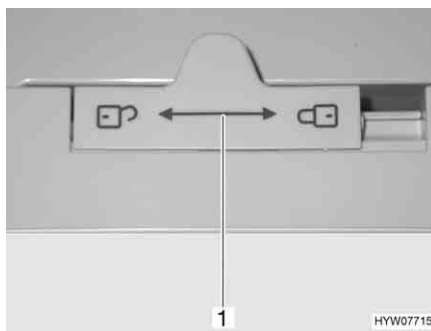

Fig. 119 Bloccaggio della porta del frigorifero (serie Dometic 7)
- Spostare il dispositivo di bloccaggio (Fig. 119,1) verso sinistra "🔓".
- Spostare il dispositivo di bloccaggio (Fig. 119,1) completamente verso destra "🔒".